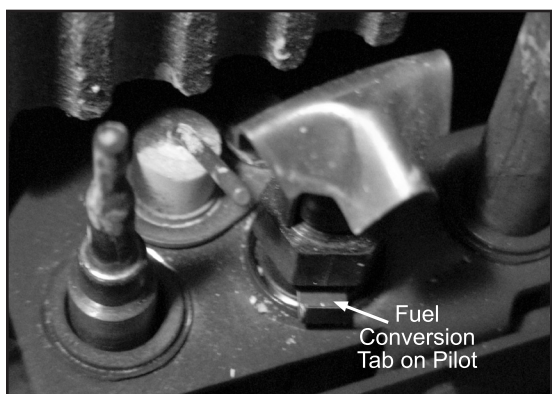

Figure 19: Onglet de conversion de combustible sur les Pilot.
b) Poussez la glissière, avec votre doigt ou tournevis plat, a la gauche pour NG ou a la droite pour LP, le rouge sur le glisseur sera évident (voyez Figure 19).